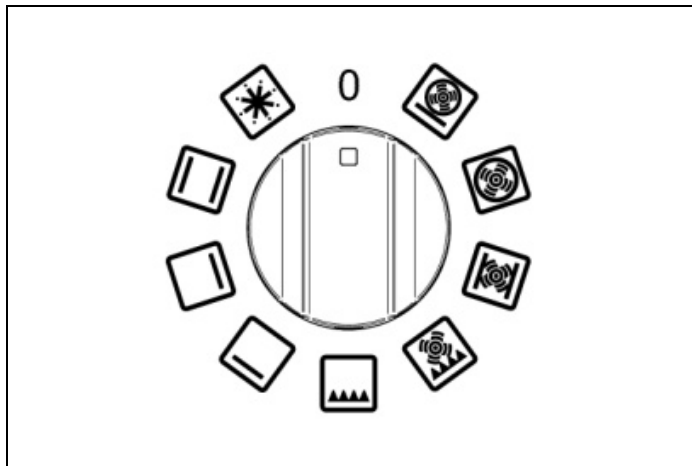
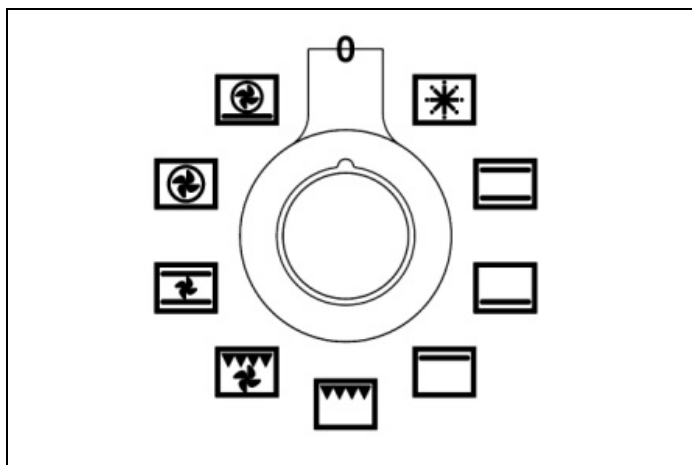
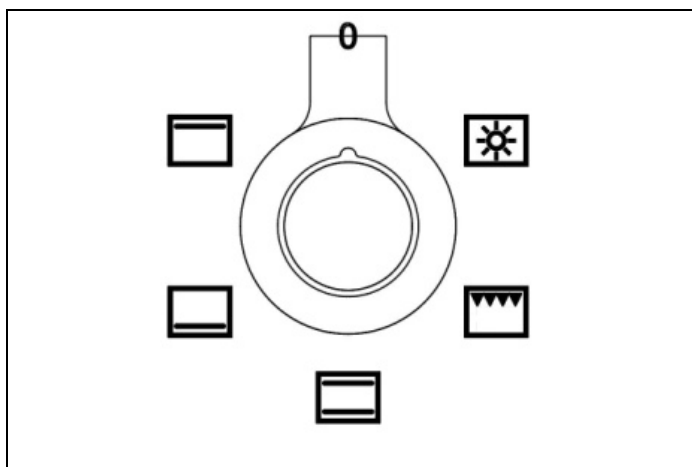

Fig. 24
Fig. 25
Fig. 26
- 1) Ruotare la manopola funzioni (Fig. 24 - Fig. 25 e Fig. 26) in senso orario per selezionare la funzione che si desidera utilizzare.